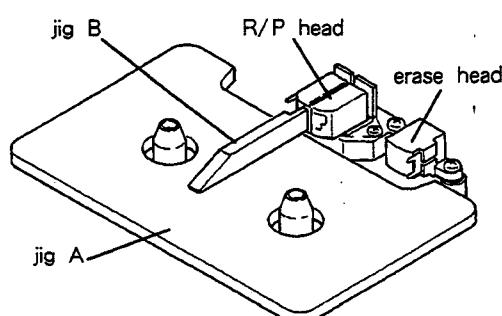
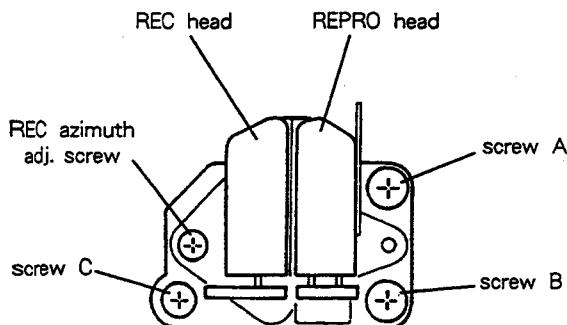

Fig. 2-3
Fig. 2-4
- 3). As with the erase head, confirm using jig B; for adjustment, use height adjustment screw A (Fig. 2-4).
- 4). As shown in Fig. 2-3, place jig B against the head in order to confirm the tilt. Perform tilt adjustment with screw B (Fig. 2-4) so that the head is at right angles with respect to jig B.
- 7). Play back the 10 kHz signal on test tape MTT-256, then adjust playback azimuth adjustment screw C (Fig. 2-4) so that the phase difference between L and R channels is  $0^\circ$ .
- 3). 消去ヘッドと同様に治具Bで確認し、調整は高さ調整ネジA (図2-4) により行う。
- 4). 図2-3のよう治具Bをヘッドに当ててチルトを確認し、ヘッドが治具Bに対して垂直になるようにチルト調整ネジB (図2-4) で調整する。
- 7). テスト・テープMTT-256の10kHzを再生して、LchとRchの位相差が  $0^\circ$  になるように再生アジャマス調整ネジC (図2-4) で調整する。